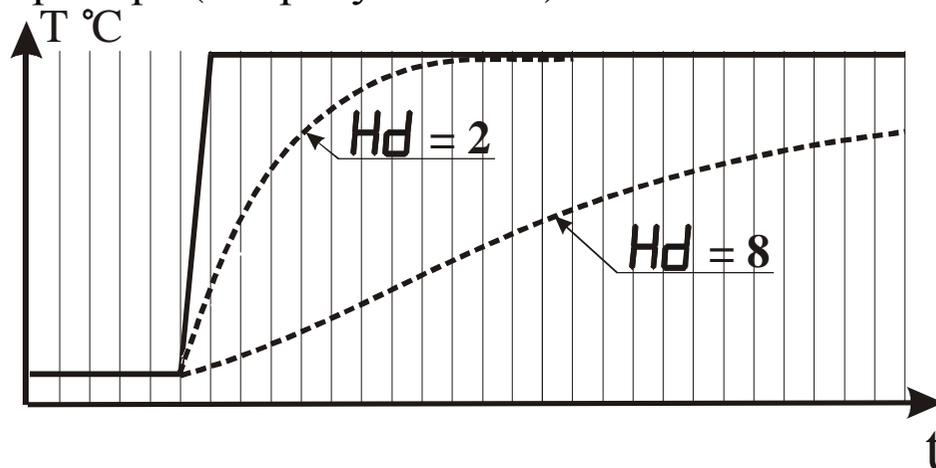

Рисунок 3.11 - Влияние параметра “Время усреднения” на показания прибора при различных значениях параметра Hd
3.3.3.8 Параметр “Время усреднения” указывают в количестве периодов опроса входного датчика ($N_{\text{опр.}}$). Этот параметр позволяет добиться более плавного изменения показаний прибора. Для этого производится вычисление среднего арифметического из последних ($N_{\text{опр.}}$) измерений. При значении параметра равном 0 интегратор выключен. Уменьшение значения времени усреднения приводит к более быстрой реакции прибора на скачкообразные изменения измеряемого параметра, но снижает помехозащищенность прибора (см. рисунок 3.11).